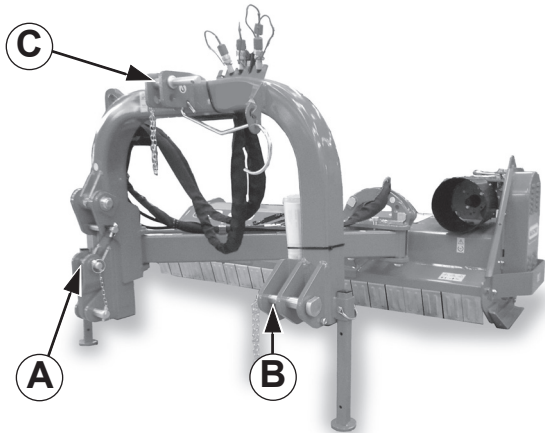

Fig. 8
Le piastre (A-B-C Fig. 8) vanno montate sempre e solo come illustrato in Fig. 8 con i fori posizionati anteriormente al tubo quadro.
- 1 - Accostare le barre del sollevatore ponendole all'interno delle piastre (A-B-C Fig. 8), inserire il perno nel foro predisposto e bloccare con le copiglie a scatto.
The plates (A-B-C Fig. 8) are always mounted only as illustrated in Fig. 8, with the holes positioned in front of the square tube.
- 1 - Near the lift bars, setting them in the most suitable plates (A-B-C Fig. 8). Insert the pin into the relative hole and lock in place with the snap-in split pins.
- 4 -Collegare il terzo punto superiore (C Fig.8) ed effettuare una corretta regolazione con il tirante, verificando che il piano superiore della macchina risulti parallelo al piano terra.
- 4 - Connect the upper third-point (C Fig. 8) and correctly regulate by means of the adjuster, checking that the upper surface of the machine is parallel to the ground.